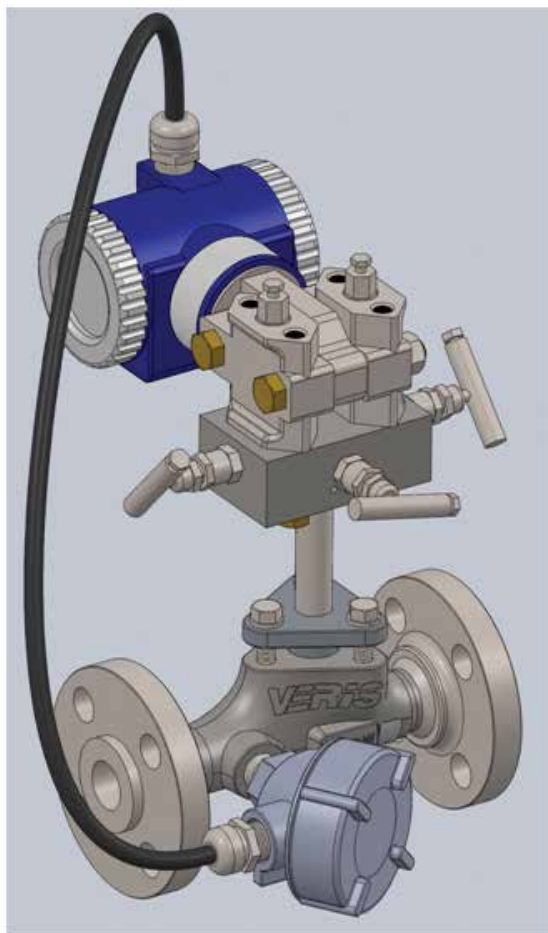

图 11: RTD 接线盒、RTD 电缆和变送器方向
- 将 RTD 配线推入接线盒, 然后按图 11 所示方向将接线盒旋入热电偶套管。